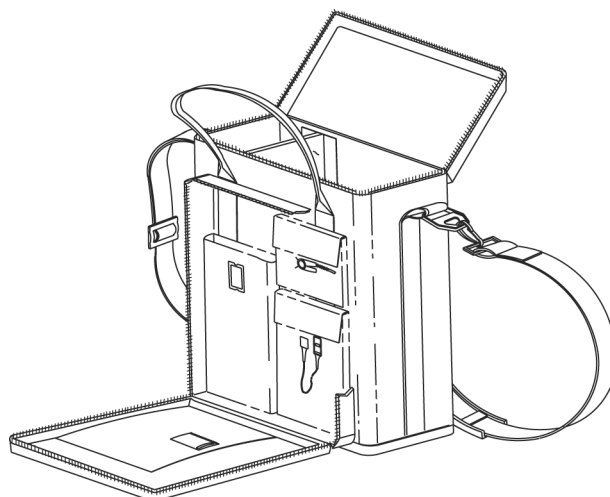

Figura 10: Bolso para transporte flexible
- Bolso para transporte flexible. Consulte Figura 10 en página 135.
Un bolso para transporte flexible opcional está disponible en Nellcor para el N-600x. Consulte Figura 10. El bolso para transporte acolchado protege el N-600x mientras se transporta el monitor. El bolso para transporte incluye dos compartimientos para los sensores, cables y manual del operador de *OXIMAX*. Puede ordenar el bolso para transporte directamente a Nellcor.